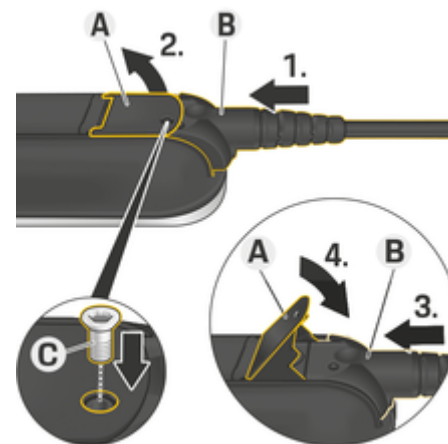

Fig. 9: Conectando cabos e prendendo conectores
- ✓ A alavanca **A** (Fig. 9) está fechada.
1. Insira o conector **B** (Fig. 9) na unidade de comando até sentir a resistência pela primeira vez.
5. Prenda o conector **B** na unidade de comando com o parafuso **C** (Fig. 9).